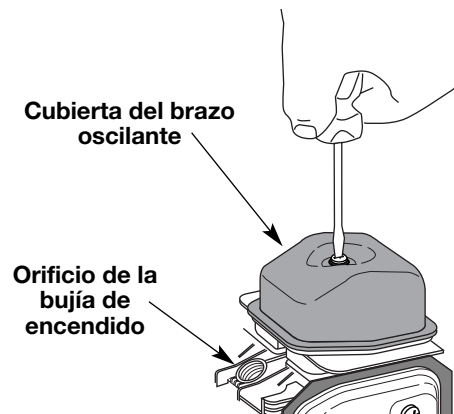

Fig. 27
6. Limpie la suciedad de alrededor de la cubierta del brazo oscilante. Saque el tornillo que sostiene la cubierta del brazo oscilante con un destornillador grande de vástago plano o con una broca Torx T-25 (Fig. 27). Saque la cubierta y la junta del brazo oscilante.
- El pistón se encuentre en la parte superior de su recorrido mientras mira dentro del orificio de la bujía de encendido (Fig. 27).